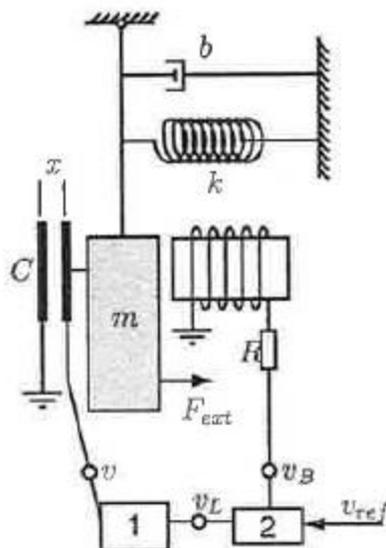

Figura 1: Acelerômetro
**5ª Questão.** Considere o sistema de controle de uma máquina de usinagem de controle numérico, representado no esquema abaixo. A velocidade de corte desejada é representada através de uma tensão de referência,  $V_{yR}(s)$ . A mesma é comparada com a tensão gerada por um sensor de velocidade de ganho  $k_v$ . Um circuito baseado em um amplificador operacional, implementa um ganho que multiplica a diferença entre as tensões mencionadas. A tensão gerada por este circuito eletrônico alimenta um atuador eletromecânico (solenóide) representado pelo circuito R-L mostrado no esquema. A força gerada pela bobina deste atuador, de indutância  $L$ , é diretamente proporcional à corrente que percorre a mesma, ou seja,  $f_m = k_m i$ . Tal força é responsável pela movimentação da válvula do atuador hidráulico representado na figura 1, onde admite-se que o óleo é incompressível e não haja vazamentos. O sistema é regulado de forma que a mola de constante  $K_S$  permanece em seu comprimento natural, quando a válvula permanece deslocada  $X_0$ , posição que corresponde à velocidade de corte desejada,  $y_0$ . Nesta condição, a tensão gerada pelo sensor de velocidade iguala a tensão de referência. A carga é representada pelo conjunto pistão hidráulico-ferramenta, de massa  $m_L$ , que é submetida à força de atrito proporcional à velocidade da ferramenta em relação à peça de trabalho (suposta em repouso), de acordo com a constante  $b$ . Admite-se a operação do sistema em torno da velocidade de corte desejada. Pede-se: